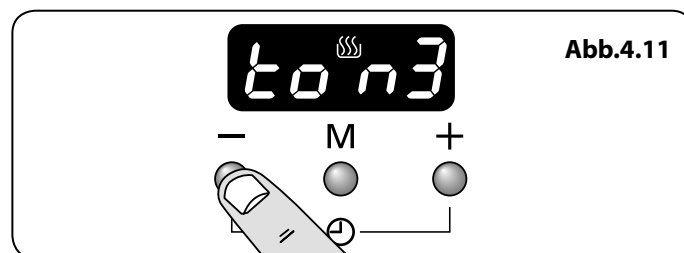

Abb.4.11
2. Drücken Sie zur Auswahl des Tons die Taste [-], bis der gewünschte Ton erreicht ist (**Abb.4.11**).